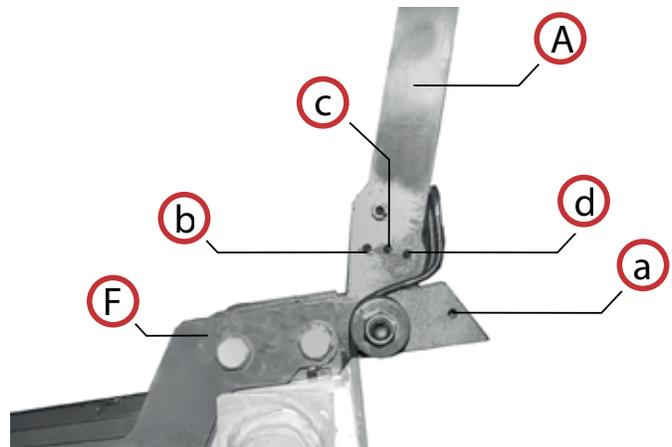
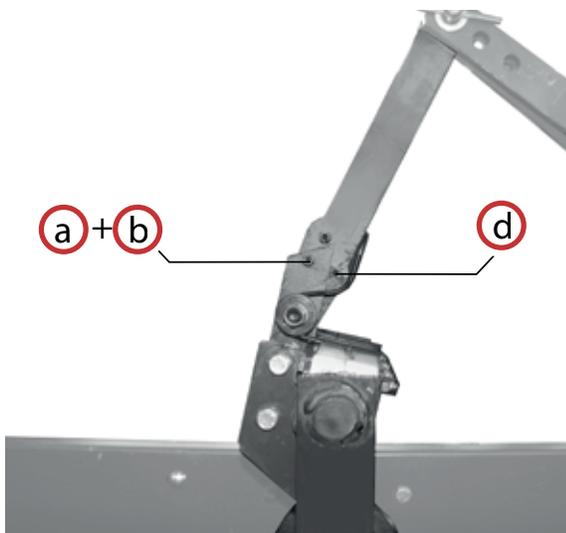

Fig. 8a
Fig. 8b
b) Gire la horquilla (F) (Fig. 8a) hasta que el orificio (a) concuerde con el orificio (b) en la varilla (Fig. 8b).
c) Inserte el perno de seguridad (P) otra vez en esta posición y fije usando la tuerca apropiada con el orificio (d) claramente visible.